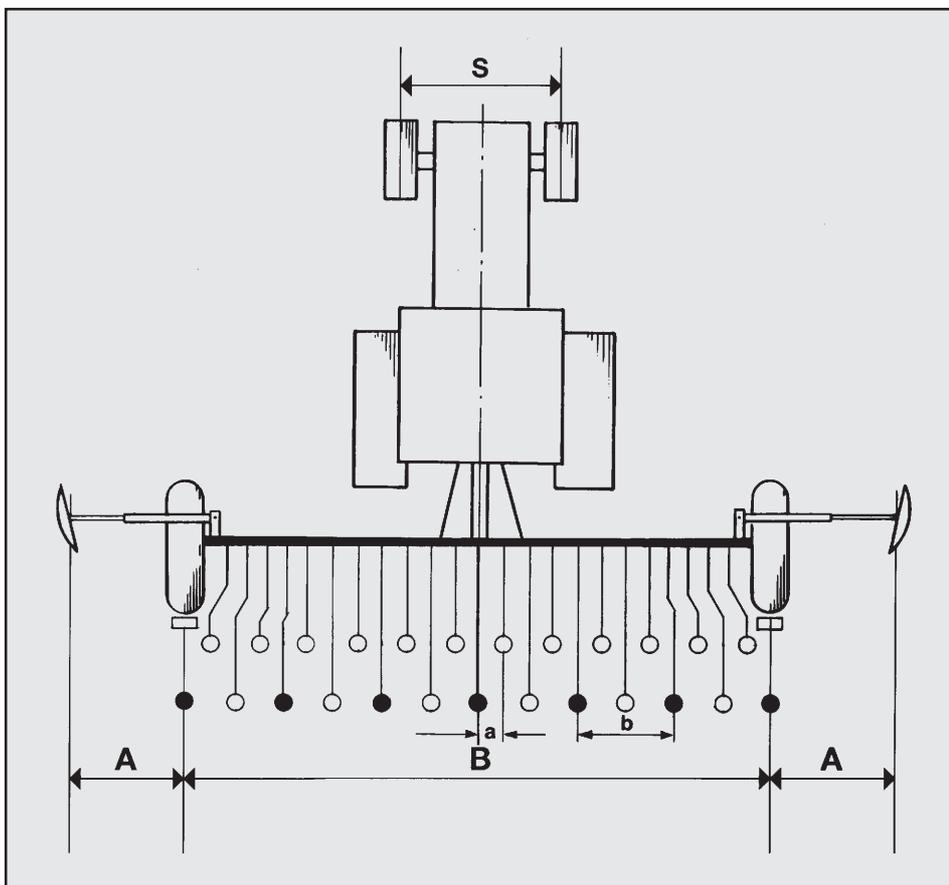

Рис. 28.1
Согласно пунктов а) и б) размер маркера А (рис. 28.1) является длиной от диска маркера до наружного сеющего сошника.
Согласно нижеприведенной формулы можно высчитать размер маркера А (рис. 28.1) при симметричном расположении сошников:
Согласно нижеприведенных формул можно высчитать размер маркера А (рис. 28.1) при симметричном расположении сошников:
**Пример 1:** Высевают все сошники, указанные на рис. 28.1:
**Пример 2:** Высевают только сошники, помеченные на рис. 28.1 черным цветом: